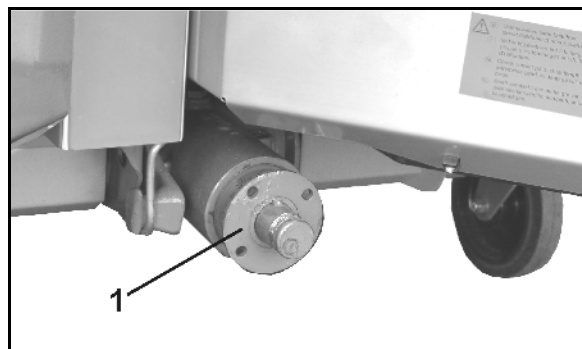

Fig. 24
5. Legg kraftoverføringsakselen i den tilhørende holderen (Fig. 24/1).